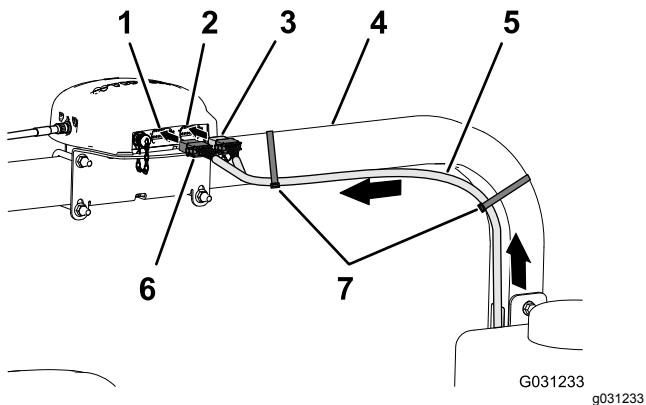

Figura 134
- Disponete la diramazione da 390 cm del cablaggio dati lungo il tubo del ROPS di destra con il connettore a 12 prese (**grigio**) e il connettore a 12 prese (**nero**) in alto, verso il ricevitore di navigazione (Figura 134).
- Fissate la diramazione da 390 cm del cablaggio dati al tubo del ROPS di destra con 2 fascette per cavi, come illustrato nella Figura 134.